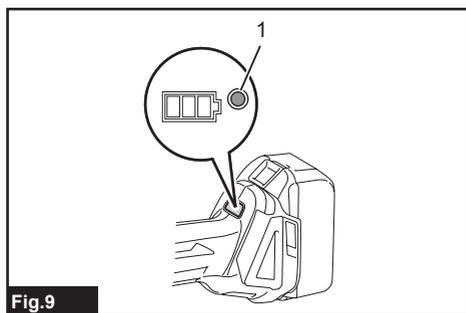

Fig.9
► **Fig.9:** 1. Indicador de modo